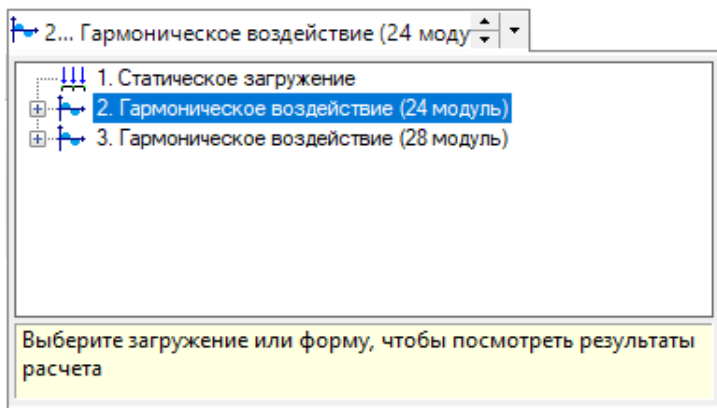

Рис. 3.94. Раскрывающийся список загрузжений
1. Выберите требуемое гармоническое воздействие в раскрывающемся списке загрузжений (в строке заголовка программы) (рис. 3.94).